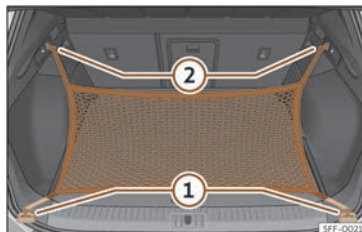

Fig. 121 Dans le coffre à bagages : œillets **1** et crochets **2** pour accrocher le sac pour filet.
- Fixez les crochets courts du filet aux œillets d'amarrage »» **fig. 121** **1** »» . La fermeture à glissière du sac doit rester vers le haut.